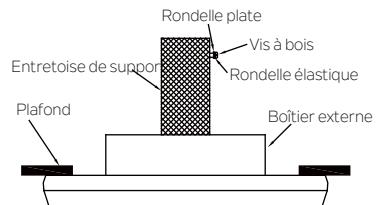

Fig. 11
**Étape 1.** Enfoncer une vis à bois et des rondelles dans le côté de l'entretoise qui maintient le boîtier externe. Laisser un espace de 3 mm (1/8") entre l'entretoise de support et la rondelle. (Fig. 11)